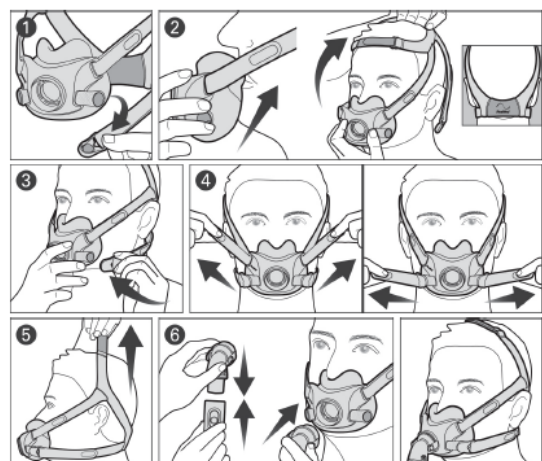

図1-装着方法
- マスク装着前に、両側のマグネットクリップをフレームから外す。(図 1-①)
- 鼻の下にクッションをあて、顔に快適にとどまるようにする。ヘッドギアのロゴが外側に向いている状態で、ヘッドギアを頭からかぶる。(図 1-②)
- 下部ヘッドギアストラップを耳の下まで持っていく。マグネットクリップをフレームに取り付ける。(図 1-③)
- 上部ヘッドギアストラップの面ファスナーをはがし、上部ヘッドギアストラップを均等に引っ張る。下部ヘッドギアストラップについても同様の手順を繰り返す。(図 1-④)
- ヘッドギアが耳に近すぎる場合は、トップヘッドギアストラップで調節する。(図 1-⑤)
- エアチューブを接続したエルボーを、「カチッ」と入るまでマスクに押し込む。(図 1-⑥)